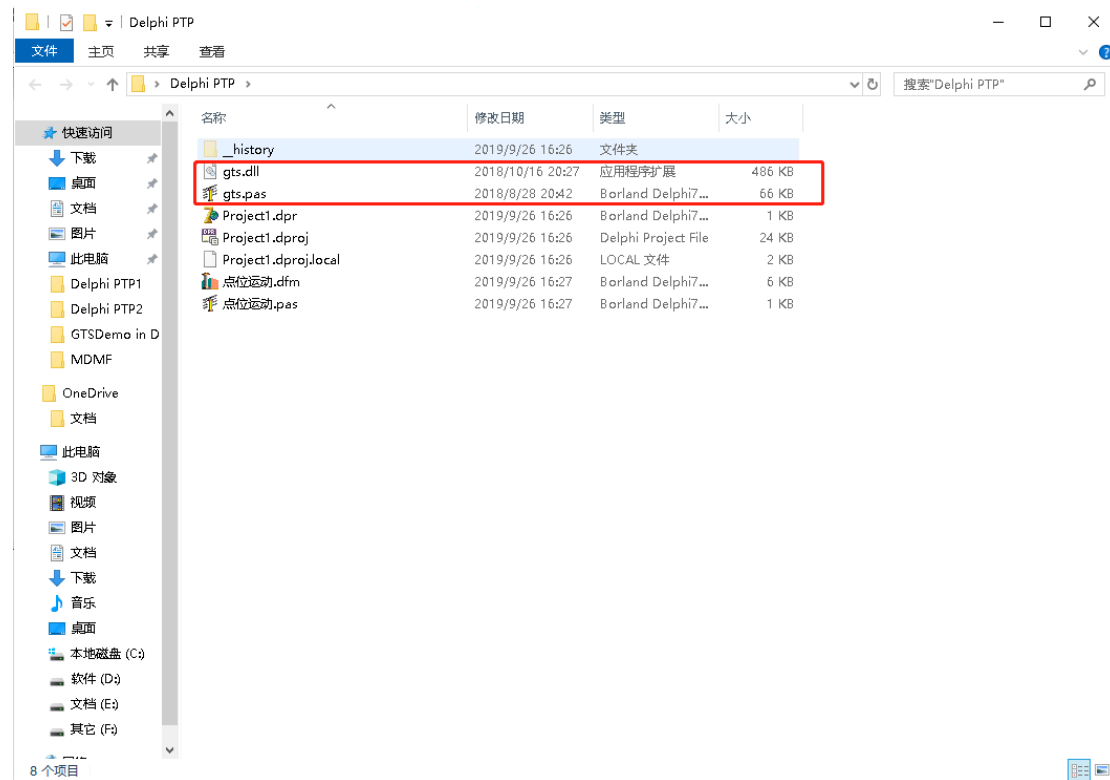

图 12
3、将产品配套光盘Windows\Delphi文件夹中的动态链接库和函数声明文件复制到工程文件夹中，如图12